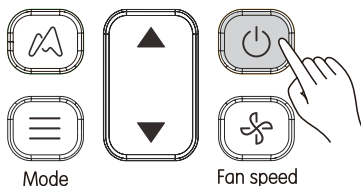

Рисунок 3.3
1) Нажмите кнопку  (см. Рисунок 3.3), чтобы включить внутренний блок.